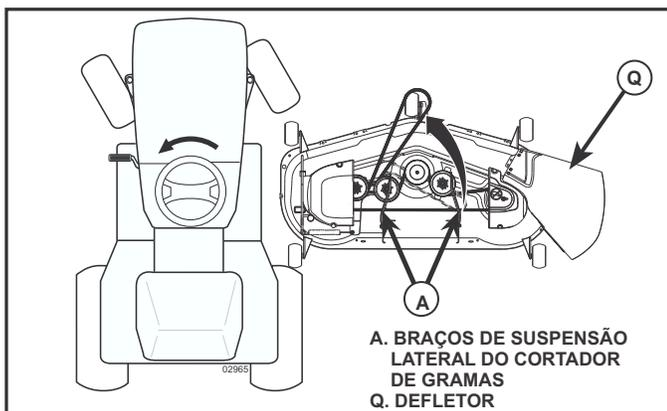

Fig. 24
4. DESLIZAR O CORTADOR PARA BAIXO DO TRATOR (veja fig. 24)